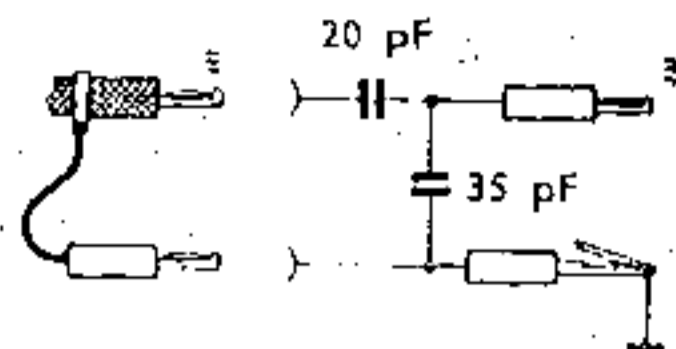

Abb. 3
- Künstliche Antenne für Abgleich und Empfindlichkeitsmessungen verwenden gemäß Abb. 3.
Bei den Meßsendern der Fa. Neuwirth Type EP 104 A/EP 104 B entfällt die zusätzliche künstliche Antenne nach Abb. 3, wenn für diesen Meßsender eine aufsteckbare künstliche Antenne vorhanden ist.